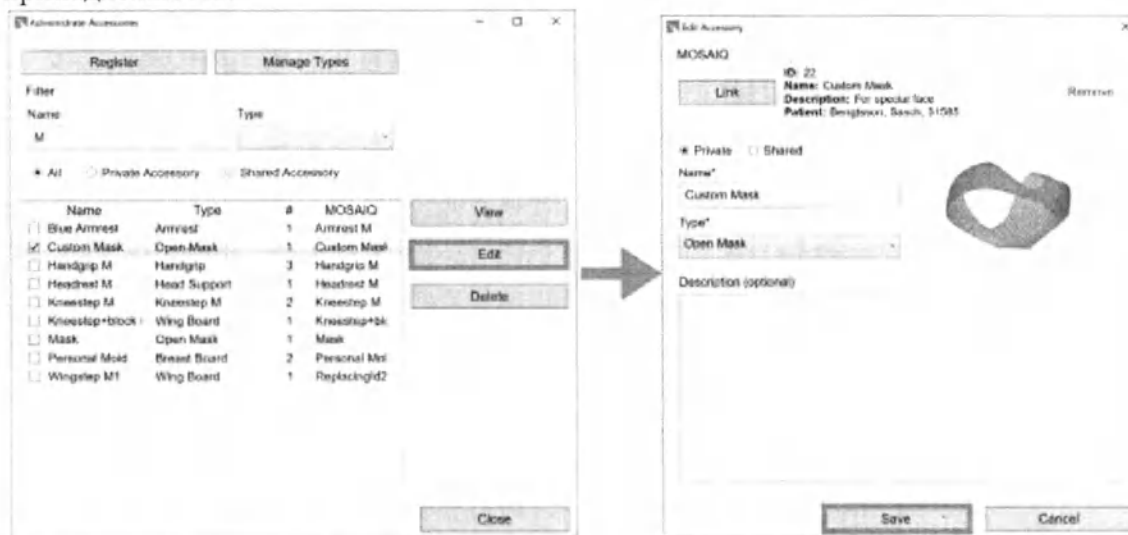

Рисунок 14. Диалоговое окно **Edit Accessory** («Редактирование принадлежностей»).
3. Нажмите **Edit** («Редактировать»). Откроется диалоговое окно **Edit Accessory** («Редактировать принадлежность») (рисунок 14).